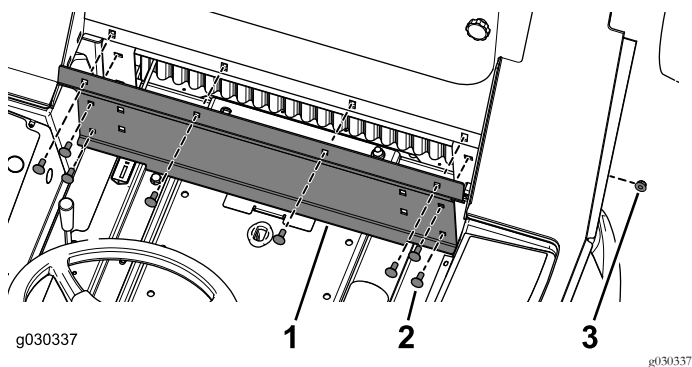

Bild 23
1. Befestigen Sie die Rückplatte mit acht Schlossschrauben (5/16" x 3/4") und acht Sicherungsmuttern lose an der Kabine (Bild 23).